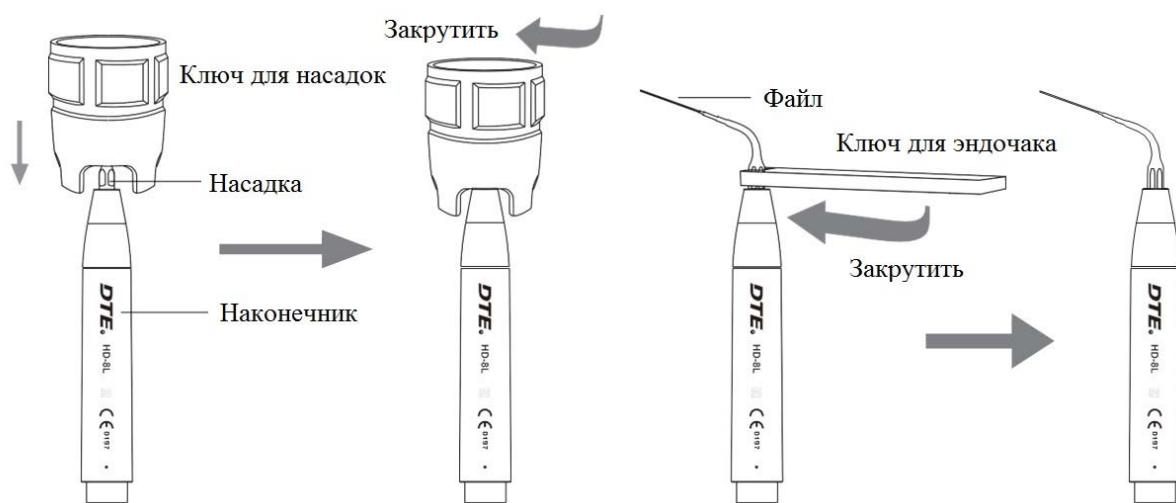

Рисунок 4
Схема установки насадки и эндочака с помощью ключа показана на рис.4
2.1.5 Перед использованием убедитесь, что насадка для снятия зубного камня, ключ для насадок и наконечник были предварительно простерилизованы. Выберите нужную насадку для удаления зубного камня и плотно прикрутите ее на наконечник с помощью ключа для насадок (см. рисунок 4)
Насадка разболталась от вибрации.	Плотно прикрутите насадку на наконечник (как показано на рис. 4).